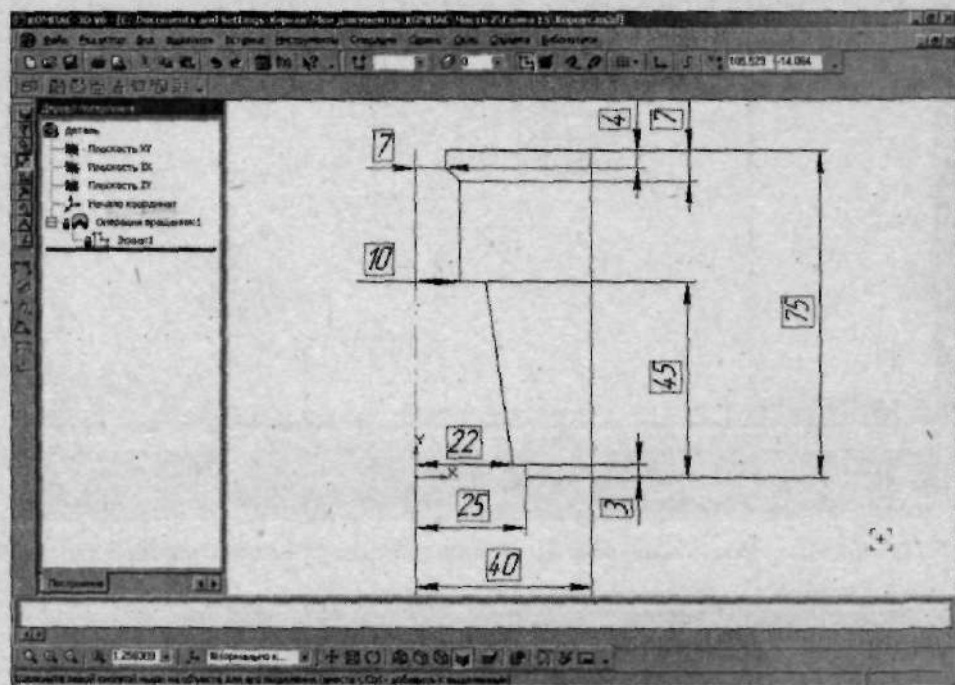

Рис. 2.176. Эскиз для создания заготовки
2. Создайте эскиз, изображенный на рис. 2.176.